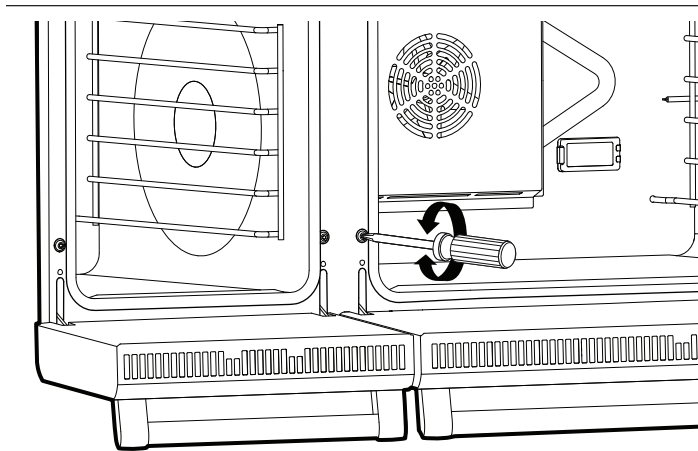

Figure 12 : Vis d'ajustement des charnières
- Si la porte ou la poignée semble légèrement inclinée d'un côté ou de l'autre, vous pouvez ajuster l'inclinaison en vissant ou dévissant à l'aide d'un grand tournevis Torx T-20 la vis Torx de la charnière, située directement au-dessus de la fente de la charnière. Tournez la vis jusqu'à ce que la porte soit correctement alignée (Figure 12).